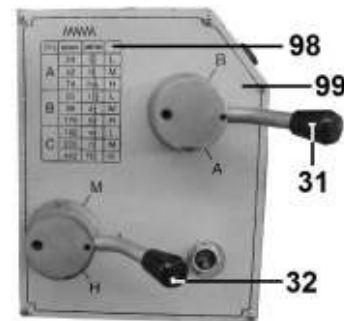

Рис. 32
10.4.3. Выберите и установите необходимую скорость подачи при помощи ручек установки скоростей подачи стола (31, 32) и таблицы скоростей подачи (98) на лицевой панели щитка переключателей (99) (Рис. 32).